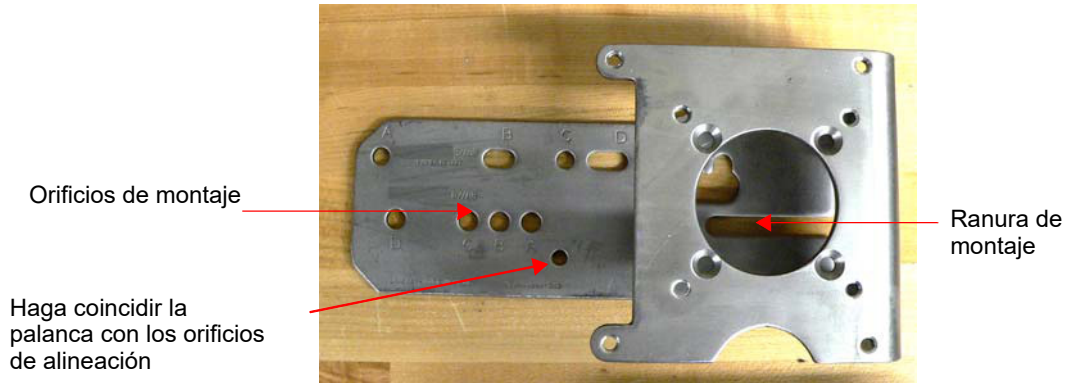

Figura 20 - Procure una alineación de la posición
- Procure que el tensor de unión ajustable esté paralelo al vástago de la válvula. Verifique que orificio de la palanca coincida con el orificio de alineación de la abrazadera cuando la válvula esté en posición de cerrado. Controle que la abrazadera se monte usando los orificios correspondientes (Figura 20).